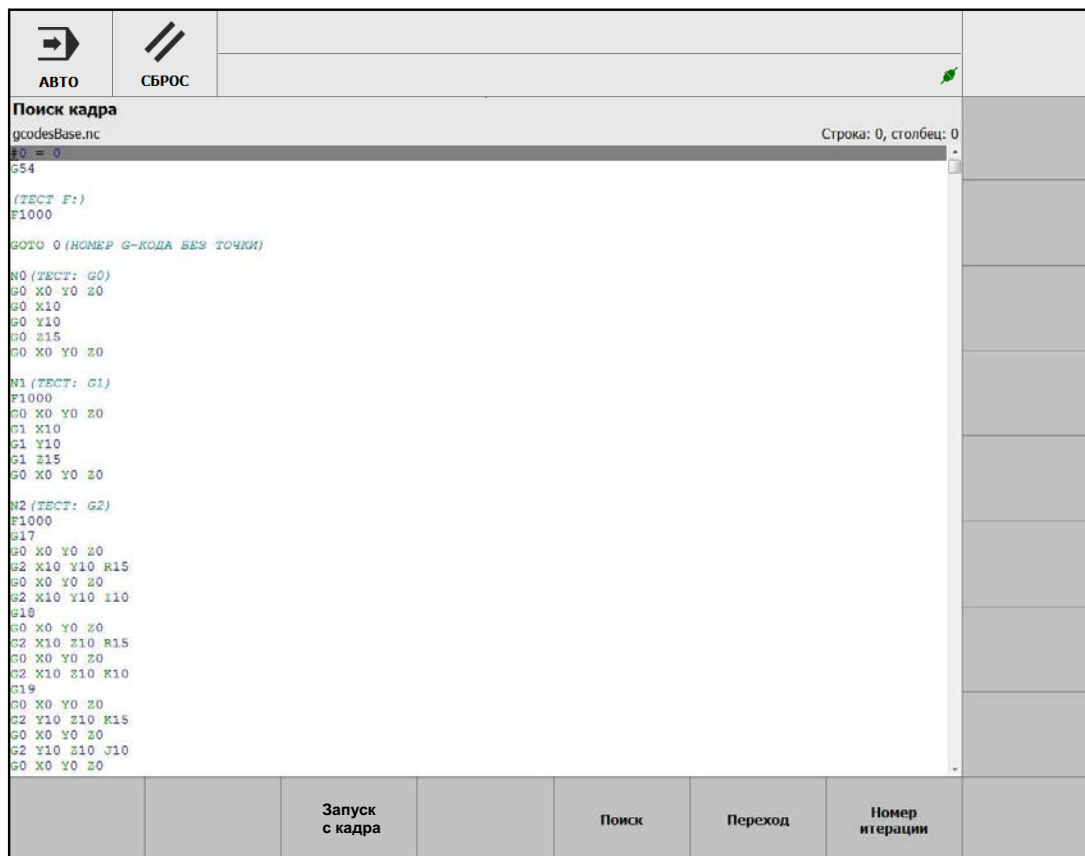

Рис. 3.7. Окно отработки программы с произвольного кадра
- открыть окно «Поиск кадра» (рис. 3.7), нажав клавишу **[F2]** в окне «Программы».